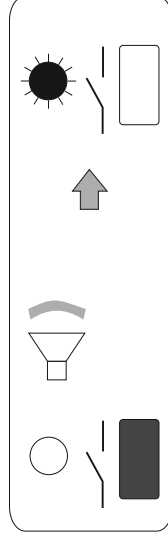

Fig. 3
- Maintenir la pression sur la touche "↘" jusqu'à entendre une légère tonalité, et relâcher : la commande est activée et la **LED** correspondante est allumée fixe (fig. 3).